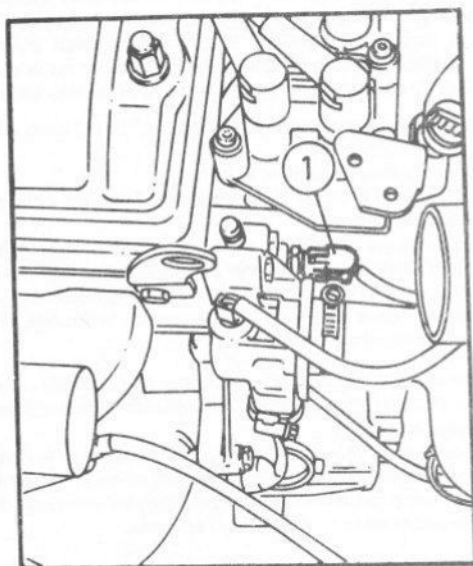

Fig. 13.54 Emplacement (1) du thermocontact de liquide de refroidissement -- systèmes MMFD (Sec 9F)
- 56 Il est vissé sur le boîtier thermique du circuit de refroidissement sur le côté gauche de la culasse (voir Fig. 13.54). La dépose et la repose ont lieu ainsi que décrit à la section 8 du chapitre 2.